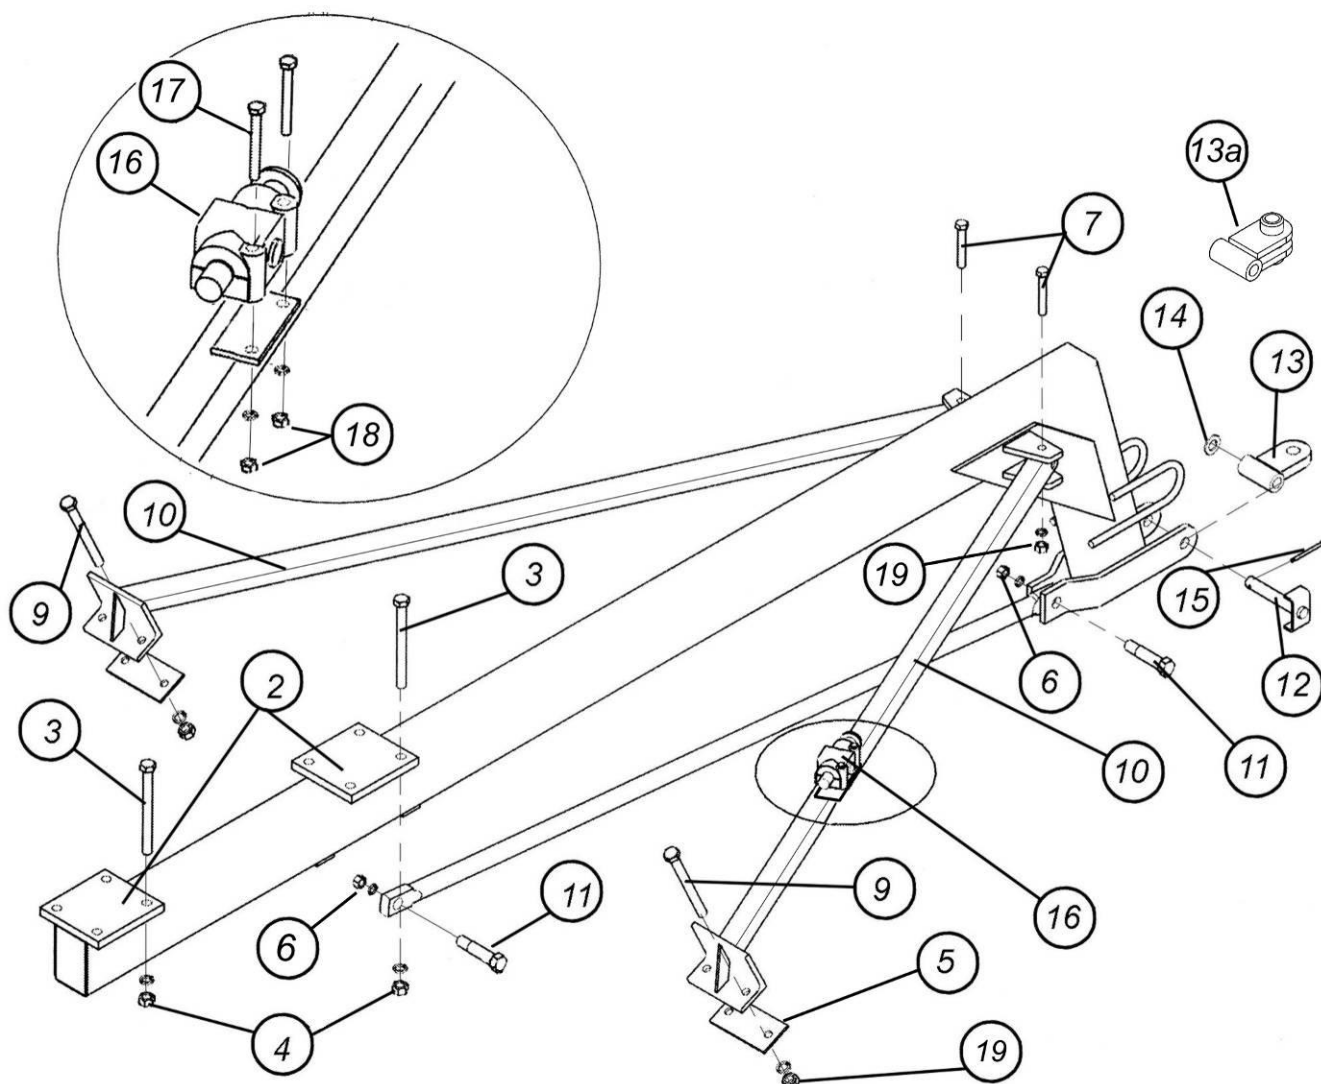

Рис. 7.1.6. Задняя сцепка посевного агрегата
7.1.6. Задняя сцепка (рис. 7.1.6)